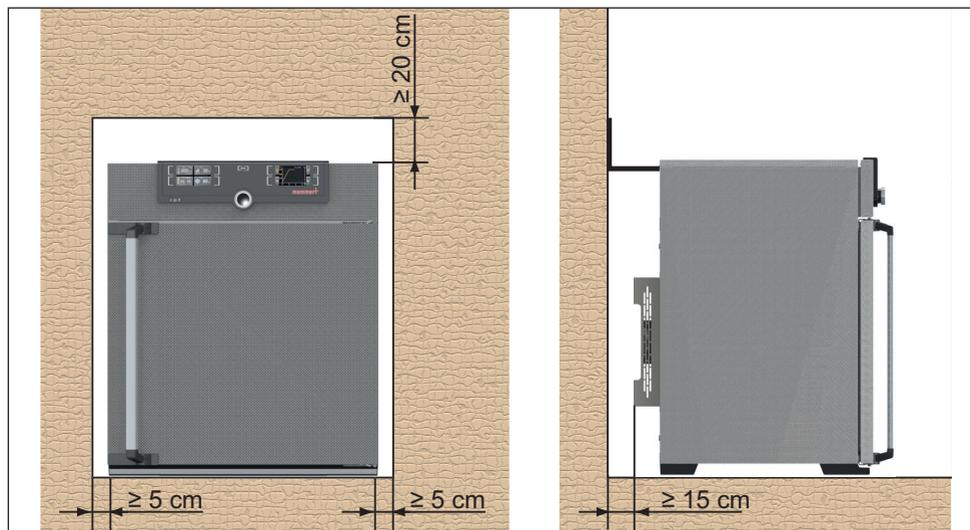

Fig. 9 Distanza minima da pareti e soffitti
La distanza fra il muro e la parete posteriore dell'apparecchio deve essere di almeno 15 cm. La distanza dal soffitto deve essere di almeno 20 cm e la distanza laterale rispetto al muro o a un altro apparecchio adiacente deve essere di almeno 5 cm (Fig. 9). È necessario assicurare una circolazione d'aria sufficiente intorno all'apparecchio.
2. Inclinare il dispositivo di fissaggio antiribaltamento verso l'alto fino a raggiungere un angolo di 90° rispetto alla parete (rispettare la distanza minima dalla parete, v. Fig. 9).